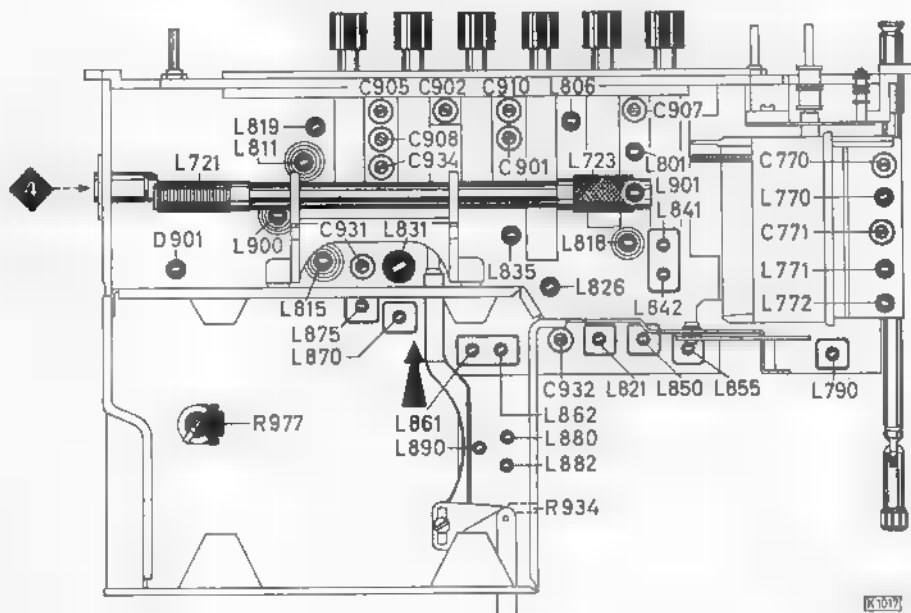

Fig. 3
- 6.5 Den Ruhestrom ca. 1 Minute nach dem Einschalten des Gerätes mit dem Einstellregler R 977 (Fig. 3) auf $4 \text{ mA} \pm 20\text{--}10\%$ einstellen.
Achtung! Beim Abgleich des MW- und LW-Vorkreises auf dem Wellenschalter muß der Umschalter, Fig. 3, in Pfeilrichtung geschaltet sein.
- 6.5 Approx. 1 minute after switching on set, set zero signal current via adjuster R 977 (fig. 3) to $4 \text{ mA} \pm 20\text{--}10\%$.
Attention! When aligning the MW and LW pre. circ. on the waveband switch the conversion switch, fig. 3, must be switched in direction of the arrow.
5) Ein AM-Signal, 400 Hz, 30 % moduliert, soll eine Ratiospannung von 1,4 V erzeugen. Dann mit R 934 ein Spannungsminimum am Outputmeter einstellen, Fig. 3.
5) An AM signal, 400 Hz, 30 % modulated, must produce a ratio voltage of 1,4 V. Adjust a voltage minimum at the outputmeter by means of R 934, see. fig. 3.